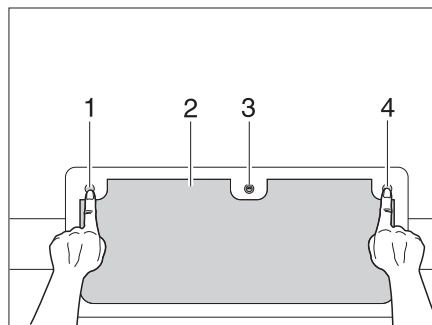

Bild 32 Lucklås med knappar, låst
- Stick in nyckeln i låscylindern (Bild 32,3) och vrid ett kvarts varv.
- Tryck in de tre knapparna (Bild 32,1, 3 och 4).
- Stäng den utvändiga luckan (Bild 32,2) helt tills den går i lås.
- Stick in nyckeln i låscylindern (Bild 32,3) och vrid ett kvarts varv. Lucklåset är låst.